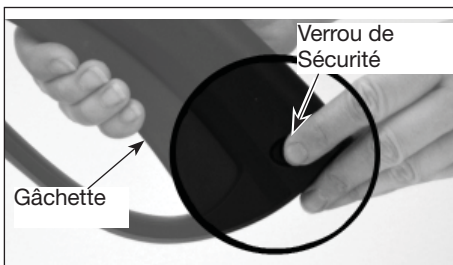

Figure 17 - Verrou de sécurité de la gâchette
En position engagée, le verrou de sécurité de la gâchette empêche le déclenchement accidentel du pistolet. Poussez entièrement le verrou vers le bas pour l'engager (voir les figures 17).
- Déverrouiller le verrou de la gâchette en déplaçant le verrou de droite à gauche. (Figure 17)